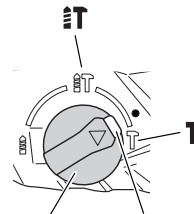

Fig. 13
- (1) Monte el puntero, el cincel u otra broca de la herramienta.
(2) Presione el pulsador y ponga la palanca de cambio en el centro de las marcas **T** y **T**. (Fig. 13)